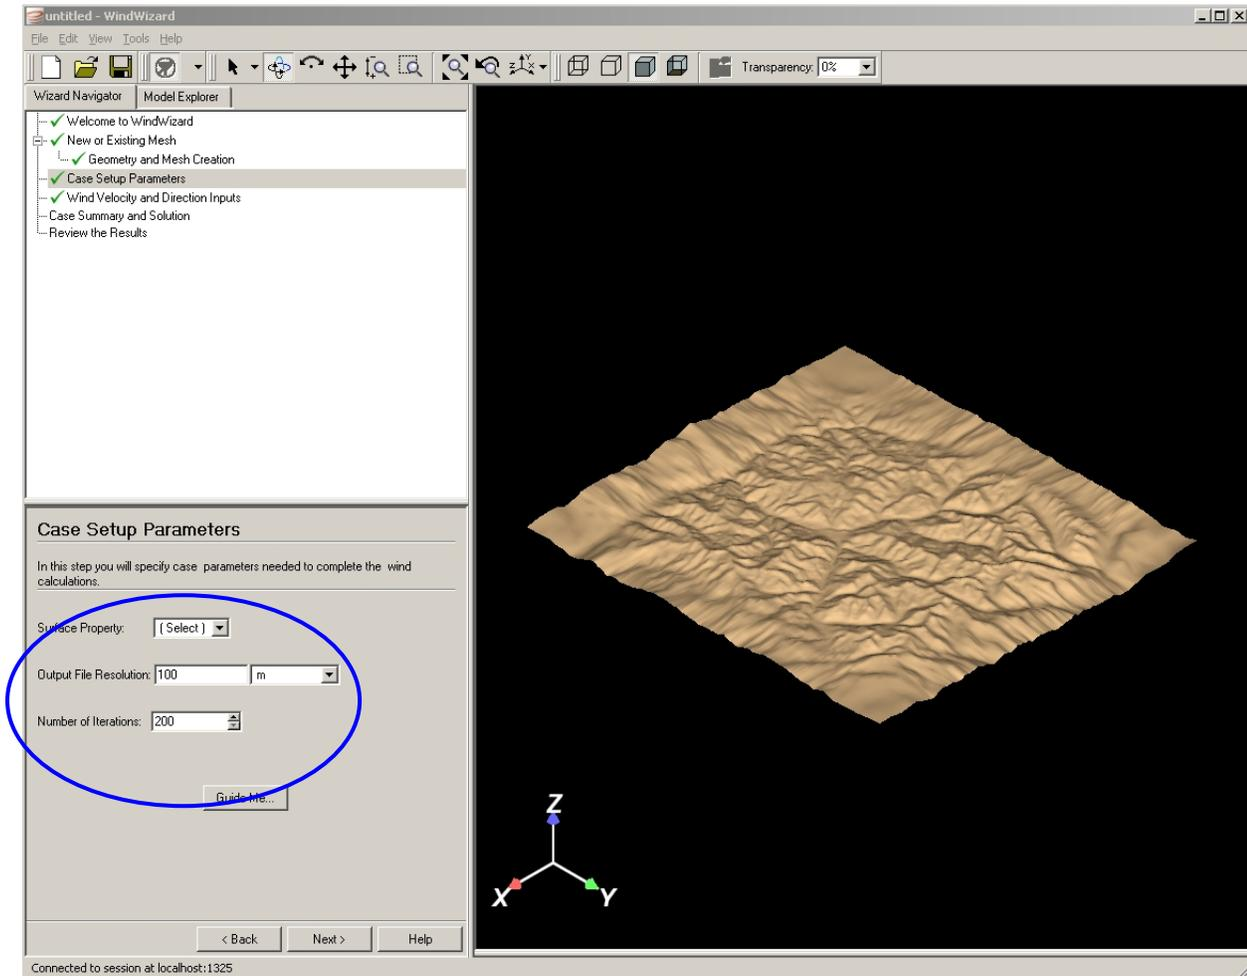

Figure 4. WindWizard case parameters window.
12. Click **Next** (Figure 4).